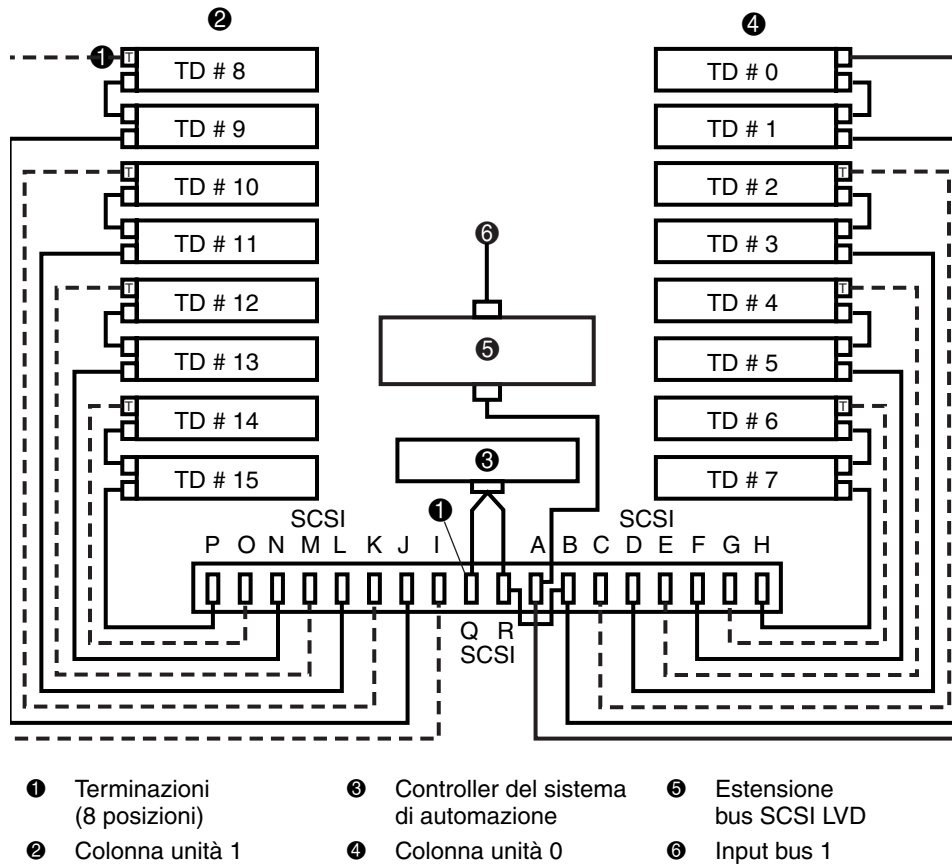

Figura 20: Configurazione predefinita dei collegamenti (libreria a 16 unità)
3. Verificare che tutte le terminazioni e i cavi SCSI interni si trovino nella posizione corretta (ovvero quella predefinita). Vedere la Figura 20.